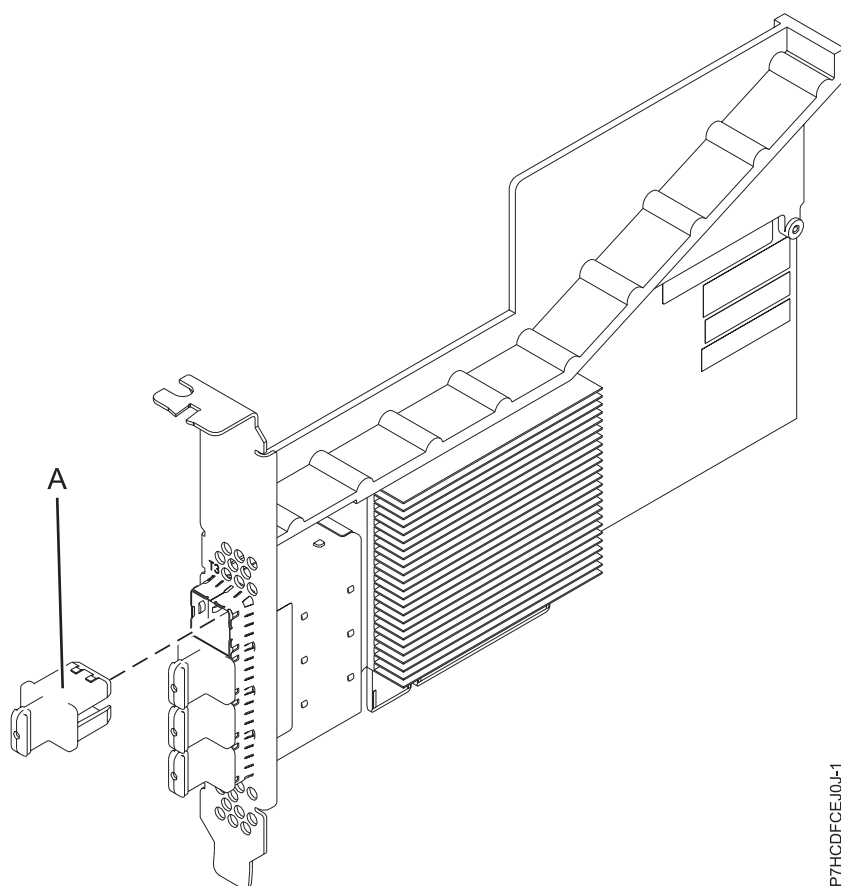

Figura 25. Adaptador PCIe3 RAID SAS
O adaptador PCIe3 SAS RAID de 6 Gb de porta quádrupla é um adaptador PCI Express PCIe, de terceira geração, RAID SAS que possui um low profile, fator de forma curto mas oferecido para instalação full height. O adaptador é usado em aplicativos serial attached SCSI (SAS) de alto desempenho e alta densidade. Ele suporta a conexão de disco SAS e fita SAS usando quatro conectores x4 de alta densidade (HD) mini SAS que permitem que os links físicos sejam usados em várias configurações de portas estreitas e amplas. A conexão de fita SAS é suportada somente em uma configuração de adaptador único e não pode ser combinada com o disco SAS no mesmo adaptador. O adaptador não possui cache de gravação. Figura 25 na página 78 mostra o adaptador PCIe3 SAS RAID de 6 Gb de porta quádrupla.
O Figura 25 na página 78 mostra o adaptador.O plugue do conector (A) está instalado em uma porta vazia e evita danos a essa porta sempre que um cabo para os conectores de porta adjacente é plugado ou